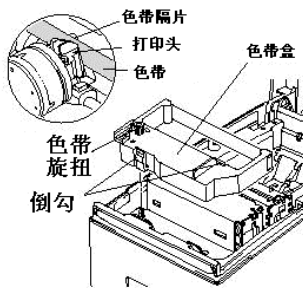

图5-2 安装色带
③按图 5-2 所示方向装入色带, 下压后装入。如果装得不理想, 可在压着的同时沿箭头方向旋转进带旋钮。
④沿箭头方向旋转进带旋钮以张紧松弛的色带。
⑤盖回机盖。
④按图 5-2 所示方向装入色带，下压后装入。